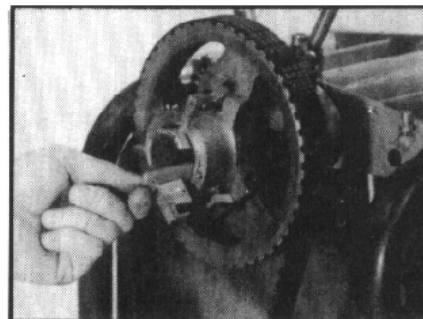

Рис.17.
- ⇒ Выньте захваты и установите новые (рис. 17).